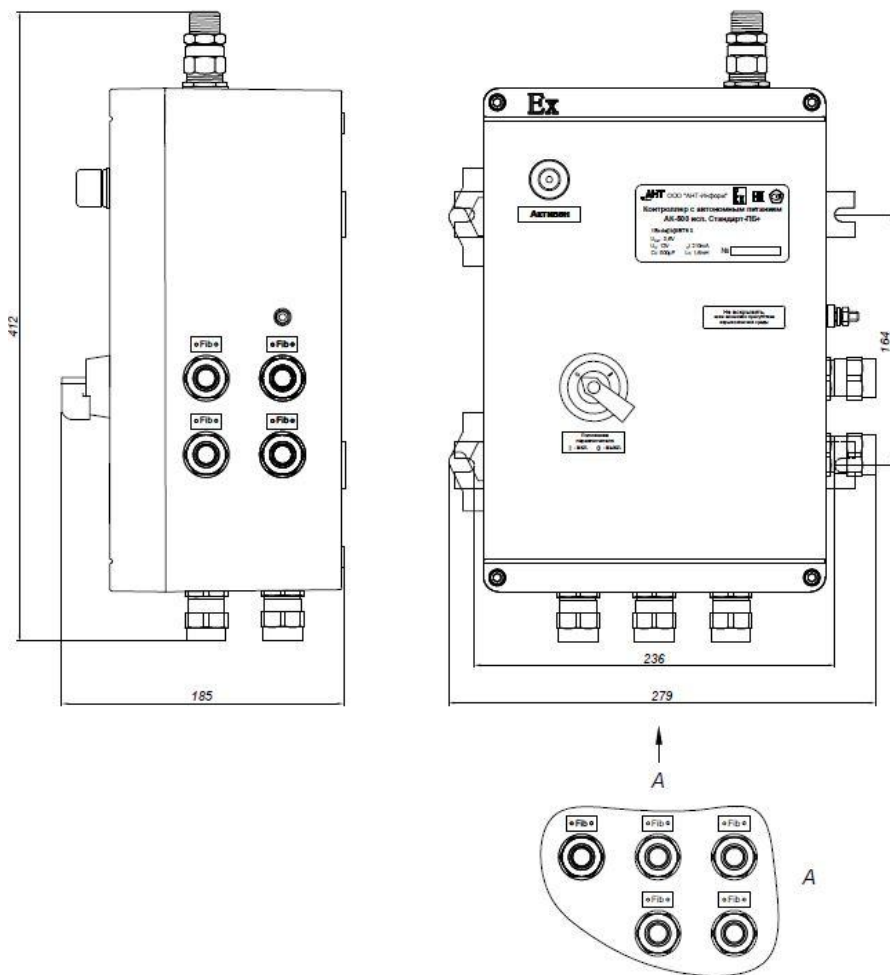

Рисунок 1.4. Внешний вид контроллера АК-500 «Стандарт-ПА+» и «Стандарт-ПБ+»
- 4) Стандарт-ПА+ – в пластиковой оболочке с повышенной защитой против взрыва с пятью кабельными вводами снизу, четырьмя сбоку и одним антенным сверху по комплекту КД АЕТВ.426400.001-03. С перезаряжаемыми элементами питания. И внешним механизмом отключения питания.(рис. 1.4).
- б) Стандарт-ПБ+ – в пластиковой оболочке с повышенной защитой против взрыва с пятью кабельными вводами снизу, четырьмя сбоку и одним антенным сверху по комплекту КД АЕТВ.426400.001-05. С непerezаряжаемыми элементами питания. И внешним механизмом отключения питания.(рис. 1.4).